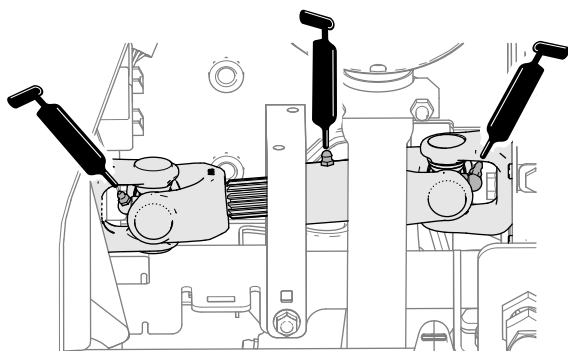

Figure 104
- Joint de cardan d'arbre d'entraînement de pompe (3) (Figure 104)